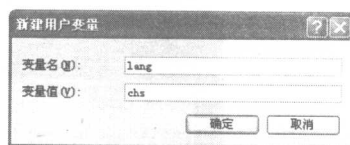

图 1-2 设置新建用户变量参数
(3) 在对话框中单击  按钮, 弹出【新建用户变量】对话框, 设置参数如图 1-2 所示。然后依次在【新建用户变量】对话框、【系统属性】对话框中单击  按钮确定参数设置并退出对话框。